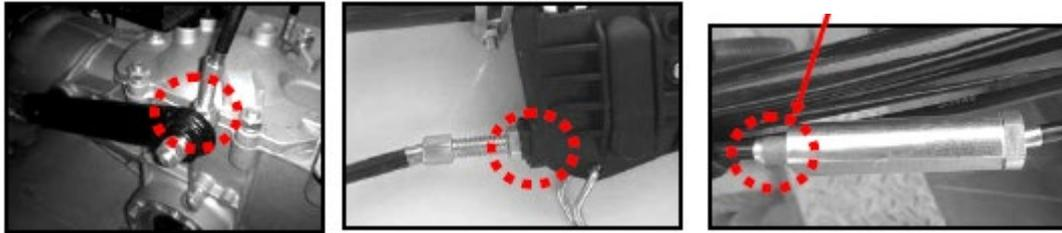

FIGURA 3 FIGURA 4 FIGURA 5 (Distanza regolabile: 1.5~3 mm)
- ① Il controdado del cavo sul braccio della frizione deve essere serrato. (Vedi figura 3)